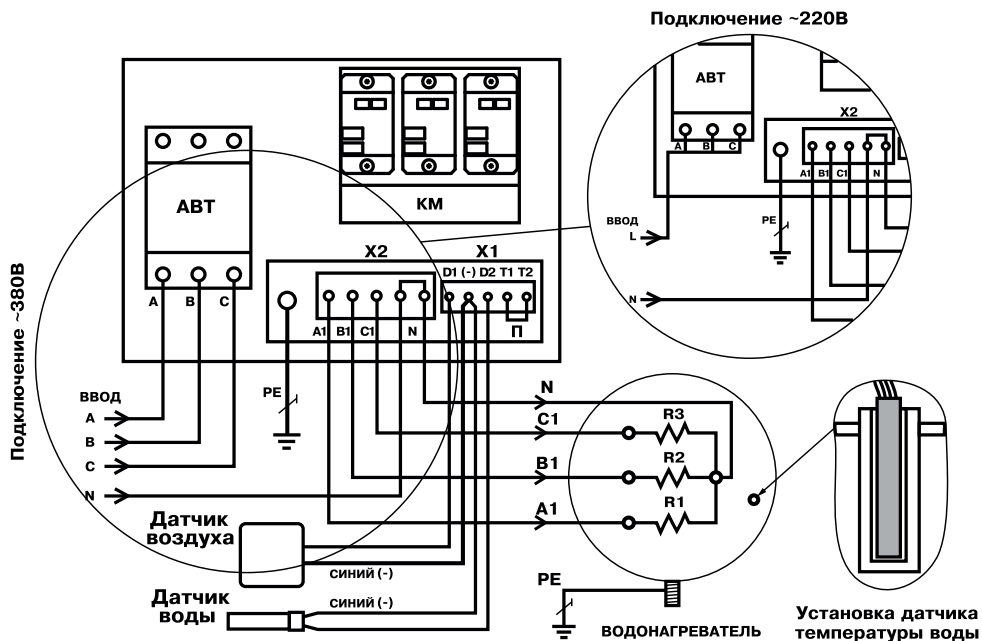
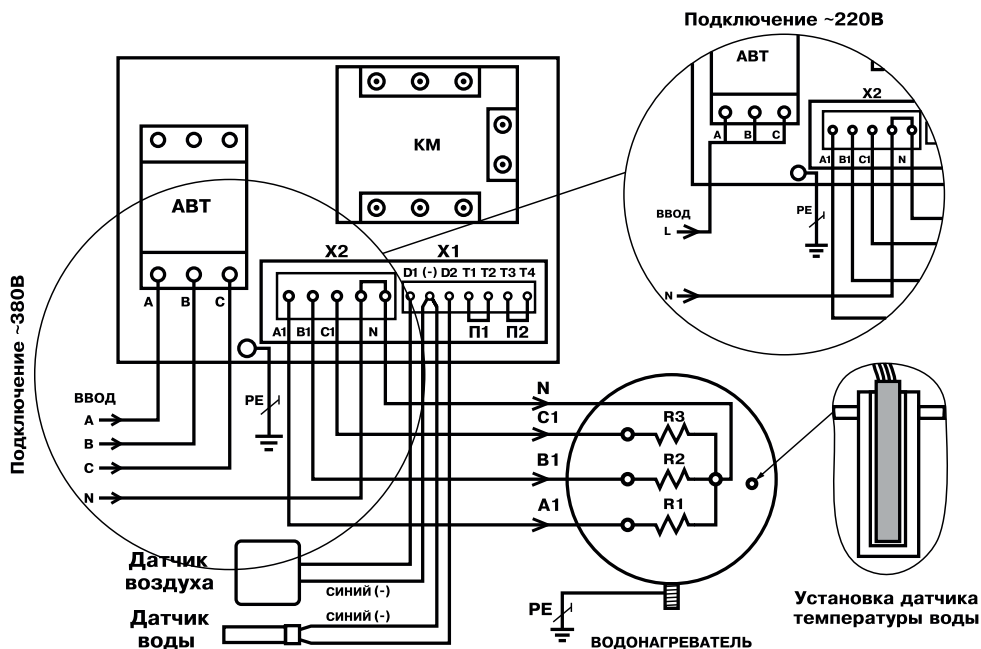

Рис.1 Схема подключения ПУ ЭВТ мощностью до 9 кВт
Рис.3 Схема подключения ПУ SSR мощностью до 9 кВт и до 15 кВт
- Эксплуатация панели управления должна осуществляться только при условии ее подключения в соответствии со схемой подключений (**Рис.1; 2; 3**);
9. Подключите панель к питающей сети кабелем соответствующего сечения, исходя из номинальной мощности котла или ТЭНБ, согласно схеме подключений (**Рис.1; 2; 3**) настоящего паспорта и инструкции по эксплуатации.
10. При подключении панели управления к однофазной сети переменного тока соедините вместе клеммы А, В, С вводного автомата и подключите их к фазному проводу питающей сети. Нулевой провод питающей сети подключается согласно схеме (**Рис.1; 2; 3**).
- Поместите в него датчик до упора, предварительно смазав термопастой (**Рис.1; 2; 3**);
- Подключите датчики к монтажной колодке Х1 в соответствии со схемой (**Рис.1; 2; 3**), обращая особое внимание на полярность датчиков. Провода датчиков синего цвета, помеченные знаком (-) подключаются на клемму колодки Х1, помеченную знаком (-) (**Рис.1; 2; 3**). Датчики подключаются медными проводами сечением 0,5-0,75 кв.мм необходимой длины. При длине провода более 10 метров желательно использовать провода, свитые в пары (не более 50 метров);
12. Подключите панель к котлу или твердотопливному котлу с установленным ТЭНБ, согласно схеме подключений (**Рис.1; 2; 3**) кабелем соответствующего сечения, исходя из номинальной мощности котла или комплекта ТЭНБ;
13. Выполните заземление (защитное зануление) корпуса панели, в соответствии со схемой подключений (**Рис.1; 2; 3**).
- Нулевой рабочий провод сети (N) должен подсоединяться к колодке Х2 «НЕЙТРАЛЬ» внутри панели и к общему проводу ТЭН котла или ТЭНБ;
- Подключить внешний термостат к монтажной колодке X1 вместо переключки (П) **Рис.1; 2** или (П1) **Рис.3** для ПУ ЭВТ SSR до 9 и до 15 кВт.
Внимание! В случае отсутствия переключки (П или П1 для ПУ ЭВТ SSR до 9 и до 15 кВт) или срабатывания внешнего термостата, подключенного вместо переключки к колодке X1 (**Рис.1; 2; 3**) устройство будет отключено.
- Подключить датчик перегрева теплоносителя к монтажной колодке X1 вместо переключки (П2) **Рис.3**.
Внимание! В случае отсутствия переключки (П2) или срабатывания датчика перегрева теплоносителя, подключенного вместо переключки к колодке X1 (**Рис.3**) устройство будет отключено.